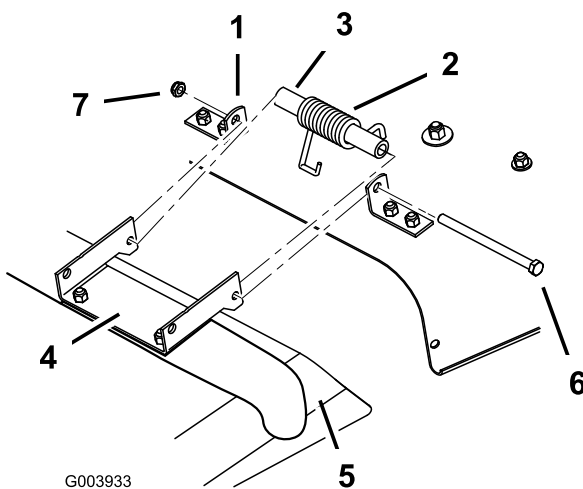

Figure 51
1. Retirez le contre-écrou, le boulon et le ressort qui fixent le déflecteur aux supports du plateau de coupe (Figure 51). Enlevez le déflecteur s'il est endommagé ou usé.
2. Placez les ressorts dans les supports du plateau de coupe, les extrémités crochues engagées sur la partie arrière surélevée (Figure 51).
3. Placez le déflecteur d'herbe en face des trous des supports et des extrémités droites des ressorts dans l'espace sous la charnière et au-dessus du déflecteur (Figure 51).